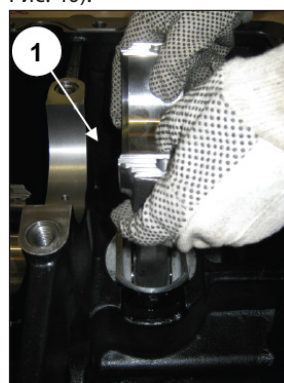
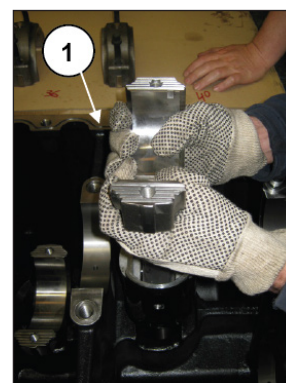

Рис. 39
Рис. 40
Теперь выньте шатун из его цилиндра (поз. ①, Рис. 39), а затем выньте узлы "шатун-направляющая поршня" (поз. ①, Рис. 40).